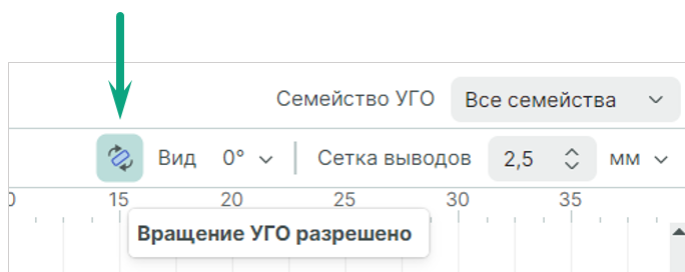

Рис. 178 Выключение запрета на поворот УГО
2. В редакторе УГО включите разрешение на поворот УГО, Рис. 178.